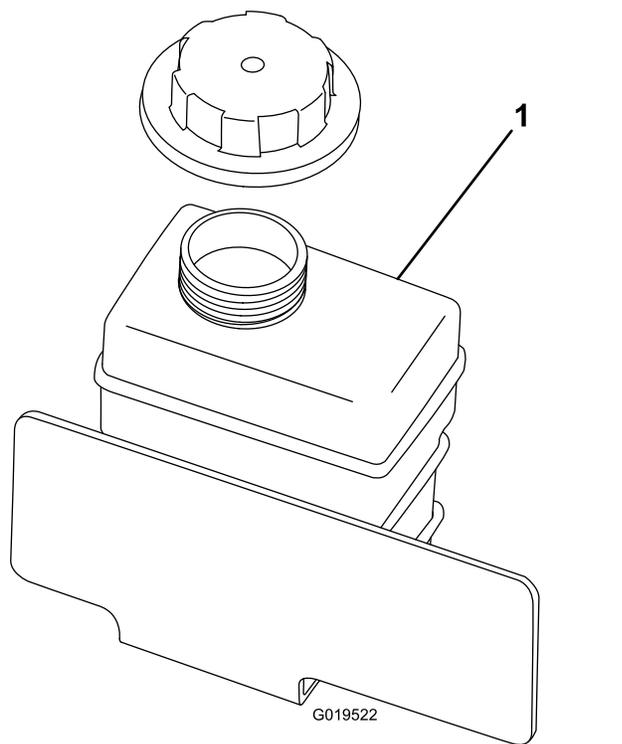

Рисунок 67
4. Проверьте уровень охлаждающей жидкости в расширительном бачке (Рисунок 67).